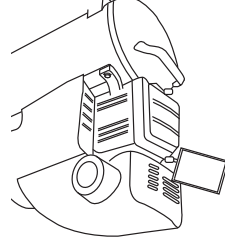

FIG. 4
2. Vérifiez quotidiennement le niveau d'huile et en ajoutez, si nécessaire. (Fig.4)